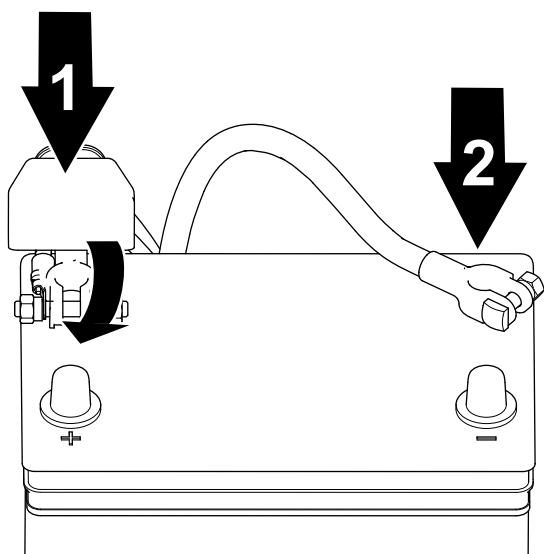

Figure 90
1. Branchez le câble positif sur la batterie et serrez l'écrou du collier de la batterie (Figure 90).
2. Branchez le câble négatif sur la batterie et serrez l'écrou du collier de la batterie (Figure 90).